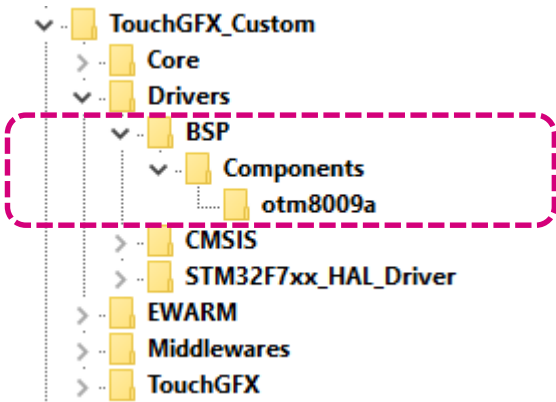

图1
- 首先，将驱动文件otm8009a.c/.h文件复制到工程文件夹，如右图1所示。